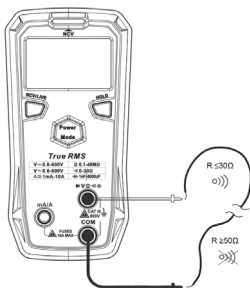

Рис. 5 Прозвонка электрических цепей
7.3 Прозвонка электрических цепей (см. рис. 5)